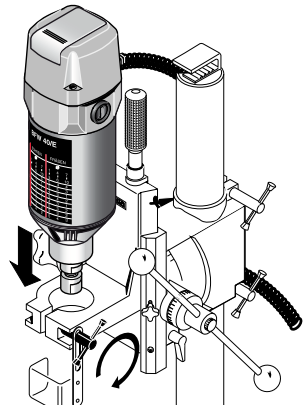

Fig. 2
1. Den Fräsmotor in einen befestigten Bohrständer (Fig.2) einspannen und festklemmen.